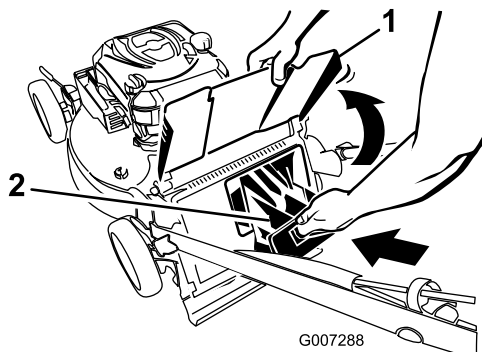

Bild 26
**Wichtig:** Stellen Sie sicher, dass die Heckauswurfklappe arretiert ist. **Arretieren der Klappe:** Heben Sie das Heckauswurfablenkblech an (Bild 26), drücken Sie die Klappe fest ein, bis sie hinter den Nasen einrastet, und drehen Sie den Hebel an der Klappe nach links (Bild 25).